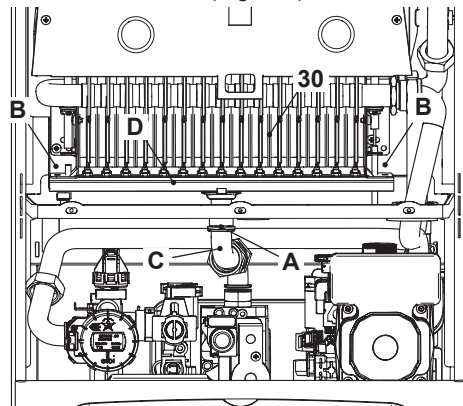

Fig. 8.1
- Svitare il girello "A" e le viti "B" (Fig. 8.1).
- Sfilare frontalmente il collettore gas "D" del bruciatore 30 (Fig. 8.1).
- Eseguire la trasformazione del tipo di gas sostituendo correttamente gli ugelli più le guarnizioni del collettore gas "D" (Fig. 8.1).
- Rimontare il collettore gas sul bruciatore 30 in Fig. 8.1 fissandolo con le viti "B".
- Riavvitare il girello "A" interponendo tra il collettore "D" e il tubo "C" (Fig. 8.1) la guarnizione piana.